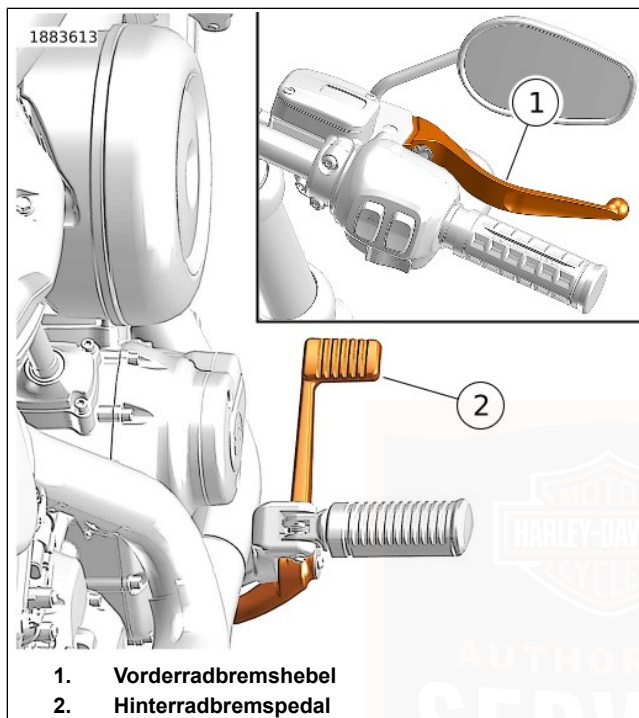

Abbildung 32. Bedienelemente für Bremsen (typisch)
Siehe Abbildung 32. Mit dem Vorderradbremshebel (1) wird die Vorderradbremse betätigt. Der Bremshebel befindet sich auf der rechten Lenkerseite. Den Handhebel mit den Fingern der rechten Hand betätigen.
Siehe Abbildung 32. Mit dem Hinterradbremspedal (2) wird die Hinterradbremse betätigt. Das Bremspedal befindet sich auf der rechten Seite. Das Hinterradbremspedal mit dem rechten Fuß betätigen.